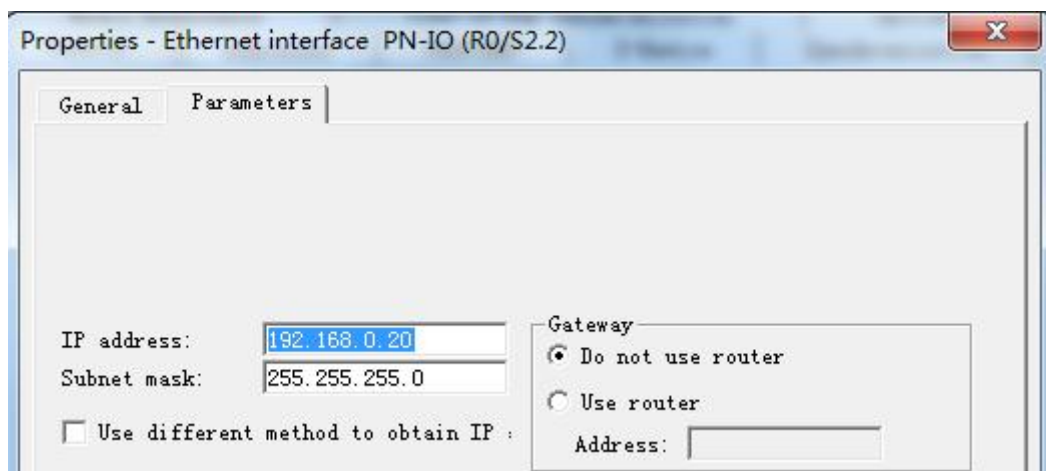

图 3-1 配置 S7-300CPU 以太网地址
3.1 在 STEP7 V5.5 中组态 S7300CPU，为其 PN 口分配 IP 地址 192.168.0.20，子网掩码 255.255.255.0，如图 3-1 所示。